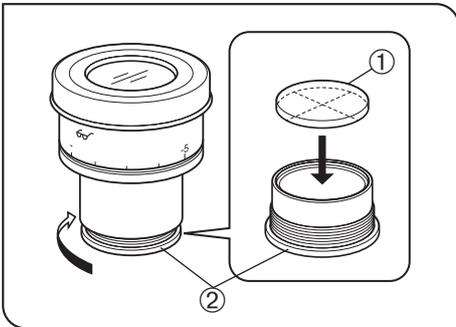

図 36
3 接眼マイクロメータの取付け (図 36)
取付け方は図36のように、内蔵のマイクロメータ枠②を矢印の方向に回して取外し、マイクロメータ①の表示面を下側にして落とし込みます。